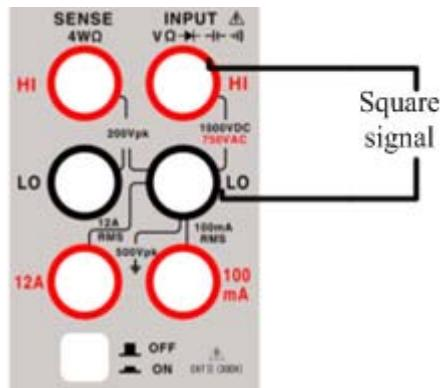

图 2.7.2 五位半占空比测量端子连接
2、按图 2.7.2 所示，将红色和黑色测试引线连接到各自的输入端子。